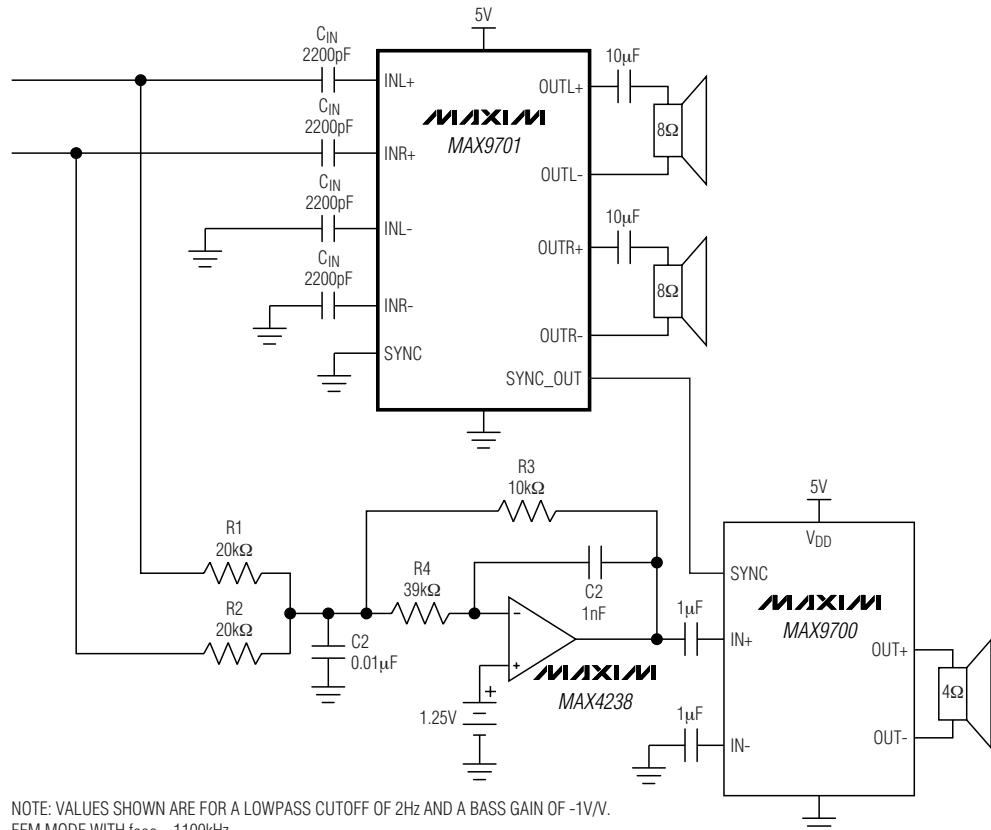

图8. 2声道应用电路
2.1声道典型应用电路中(图8)，MAX9701被配置为中/高音放大器，而MAX9700被配置为单声道低音放大器。输入电容( $C_{IN}$ )设置高通截止频率，公式如下：